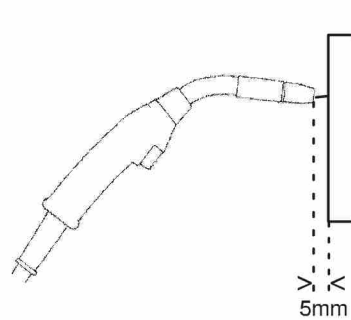

Fig. 1
- Cuando se coloca la antorcha a una distancia de aproximadamente 5 mm del pedazo de madera. (fig. 1) los rodillos de alimentación deberán patinar.